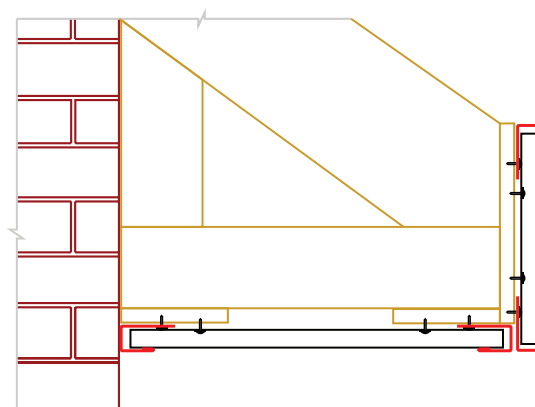

Рис. 23
■ В случае, когда капельник не используется, установите по верхней линии лобовой доски дополнительный J-профиль 18 мм. (Рис.23)